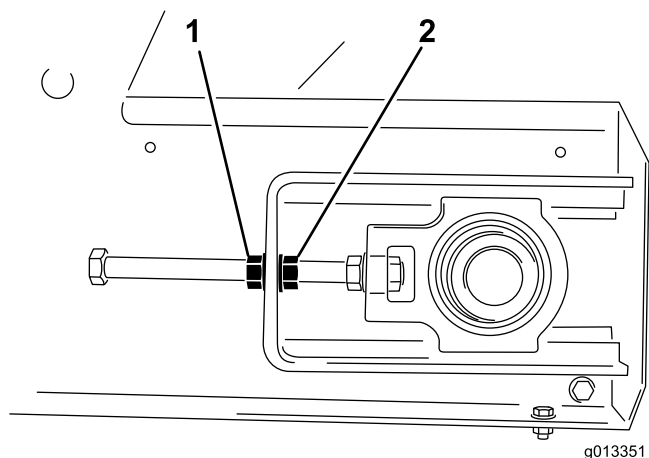

Figure 49
4. Avec deux clés, immobilisez l'extrémité de la tige de tension et desserrez l'écrou de blocage qui est celui le plus près de l'extrémité de la tige (Figure 49).
3. Du côté vers lequel se déporte la bande, immobilisez l'extrémité de la tige de tension et desserrez l'écrou de blocage, puis serrez l'écrou de réglage de la valeur de deux pans (Figure 49).